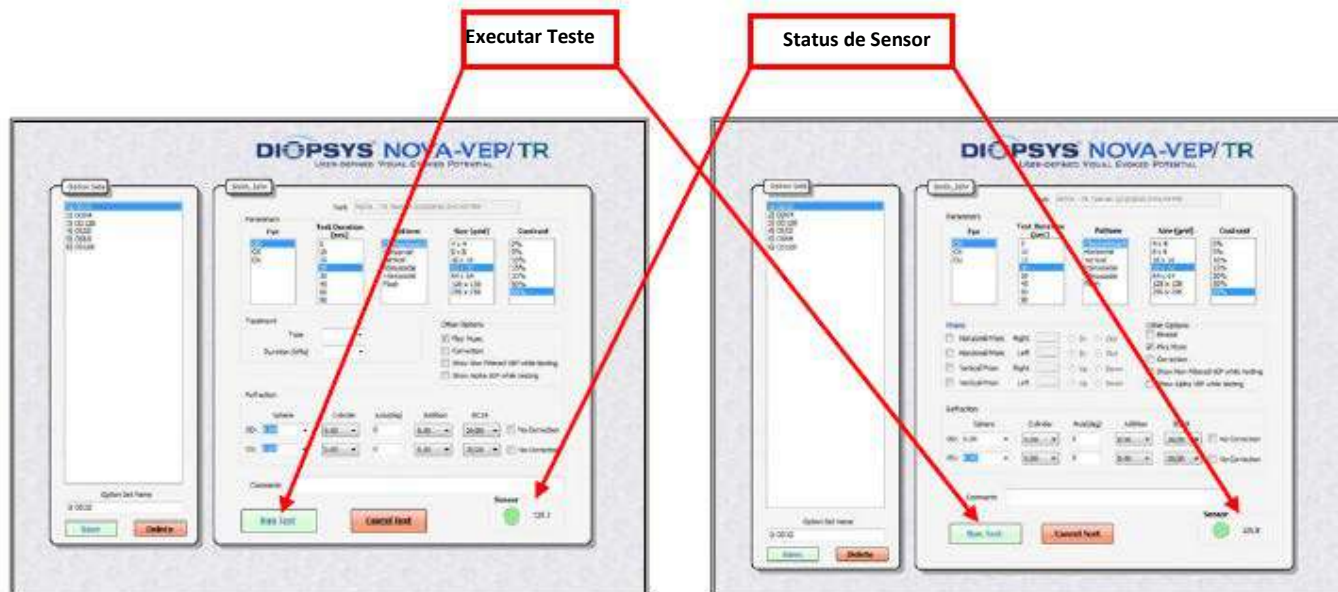

Figura 37: Configuração 1 & 2 Diopsys® VEP (TR)
Os parâmetros de teste são escolhidos na tela **Opções de Teste (Figura 37)**. Para obter uma explicação mais detalhada de cada parâmetro de teste, consulte o documento compreendendo o Diopsys® VEP / Multi-Contrast (LX) localizado na pasta Documentos Diopsys na área de trabalho. Depois de cada parâmetro ser selecionado, selecione **Executar Teste** para começar o teste.